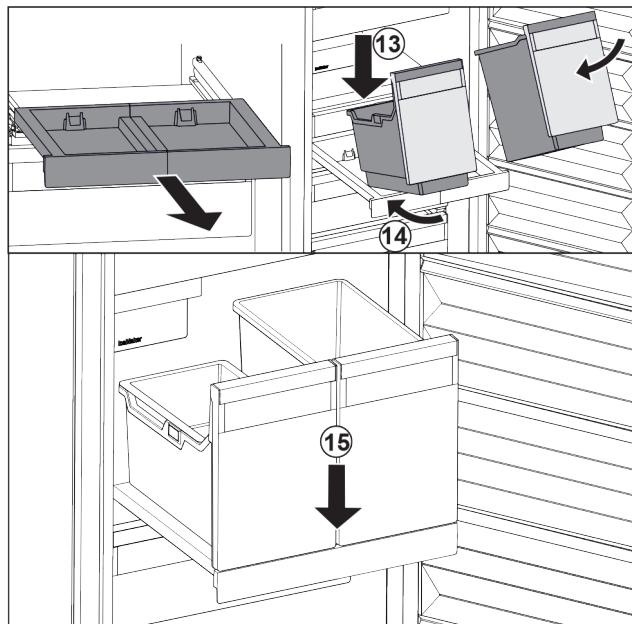

Fig. 24
- ▶ Наклоняя вниз, установите контейнеры на выдвижную панель. *Fig. 24 (13)*
- ▶ Вставьте контейнеры, наклоняя вниз, назад. *Fig. 24 (14)*
- ▶ Снимите контейнеры спереди. *Fig. 24 (15)*